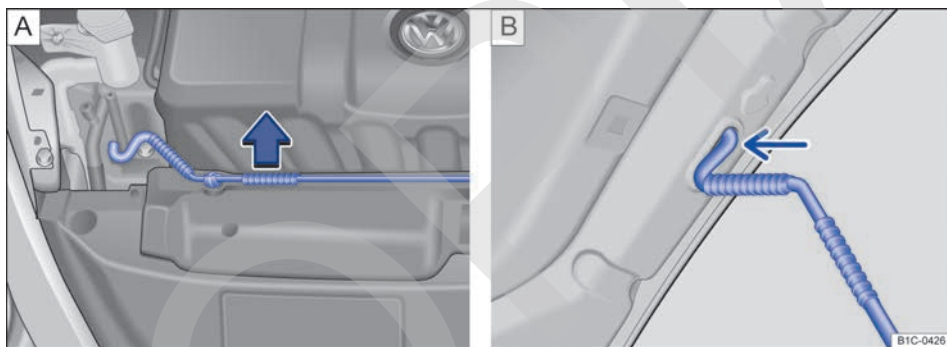

Fig. 166 **A** Soporte de la varilla de sujeción del capó en el vano motor. **B** Capó del motor levantado.
- Retire la varilla de sujeción de su soporte en el sentido de la flecha → fig. 166 **A** y engánchela en el orificio del capó del motor → fig. 166 **B** (flecha).
- Desenganche la varilla de sujeción del capó del orificio → fig. 166 **B** y encájela en el soporte situado en la chapa portacierre → fig. 166 **A** (en el sentido contrario al de la flecha).